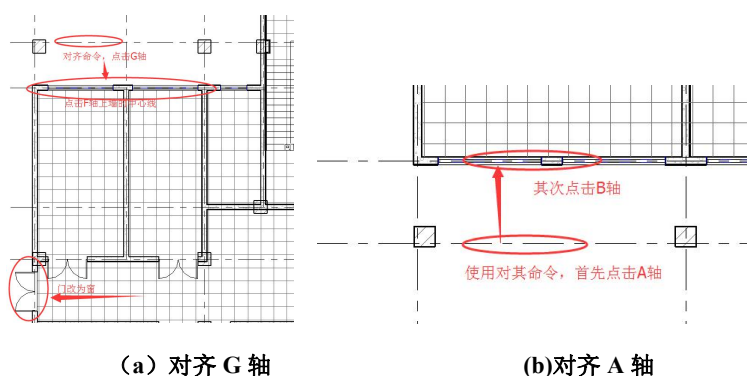

图 7-5 二层墙体修改
- 点击“对齐”命令，首先点击 G 轴，再点击 F 轴墙的中心线（图 7-5(a)），此时 F 轴墙对齐到 G 轴。按 ESC 键退出，再点击“对齐”命令，首先点击 A 轴，再点击 B 轴墙的中心线（图 7-5(b)）（若出现错误的提示，点击“取消连接图元”），此时 B 轴墙对齐到 A 轴。